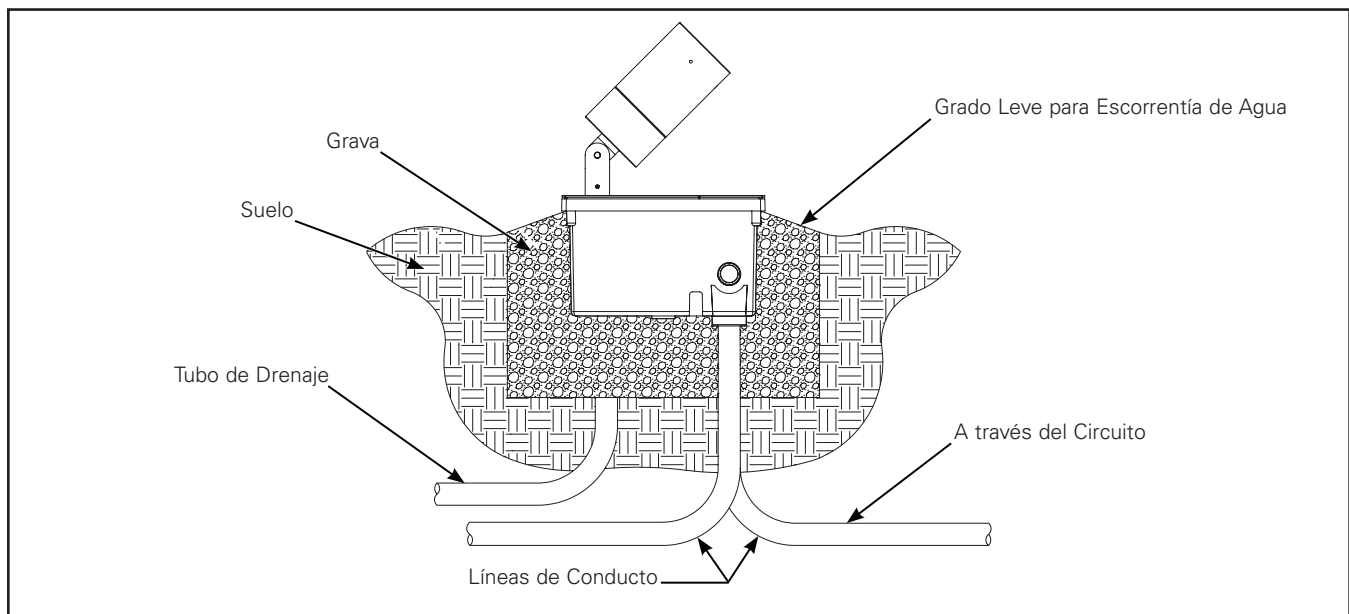

Figura 2.
11. No coloques el contenedor en el suelo en áreas bajas u otras áreas donde el agua se pueda acumular y permanecer durante largos períodos de tiempo. (Figura 2.)